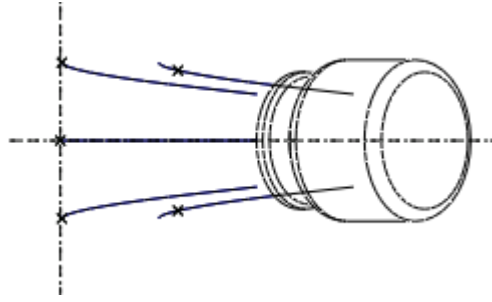

图 40-17
(3) 单击草绘截面按钮 ，系统进入草绘工作环境，如图 40-17 所示。